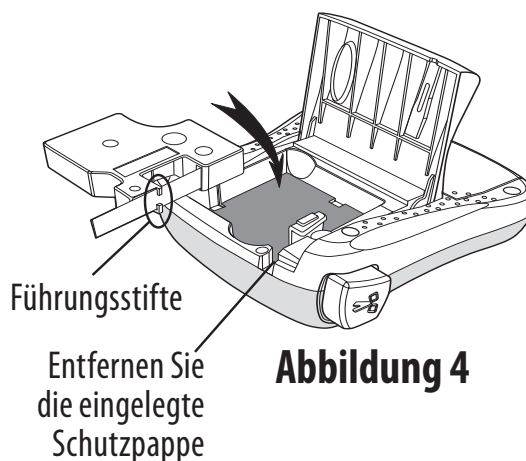

Abbildung 4
**i** Entfernen Sie vor dem ersten Gebrauch die eingelegte Schutzpappe aus dem Etikettenauswurf. Siehe Abbildung 4.